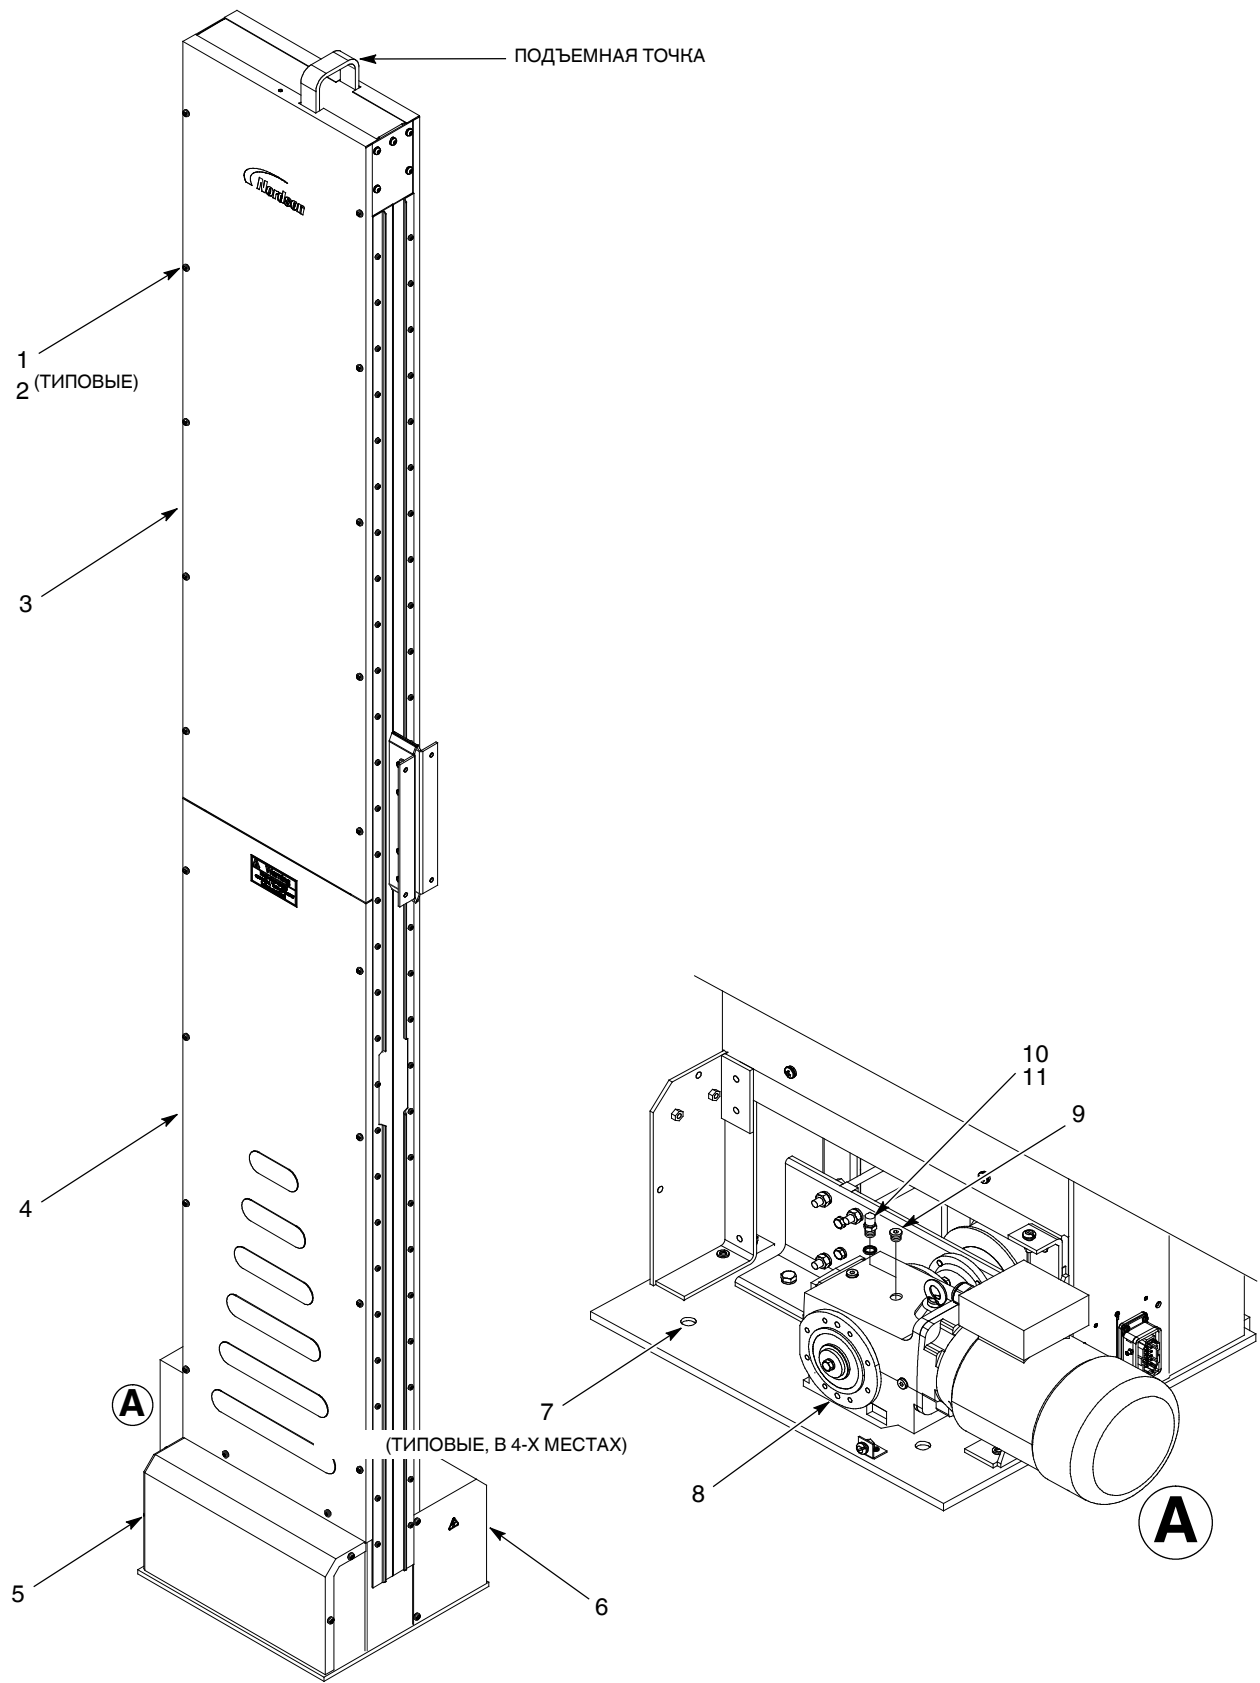

Рис. 4 Монтаж
1. См. рис. 4. Вывернуть винты (1) и снять шайбы (2) крепления боковых панелей (3, 4) на манипуляторе со стороны кодера, снять крышку кодера (5) и кожух узла привода (6).
4. Вывернуть пробку (9) из моторедуктора (8), см. рис. 4.
5. Убедиться, что на вентиляционной пробке (10) стоит прокладка (11). Поставить вентиляционную пробку в узел привода и надежно затянуть.